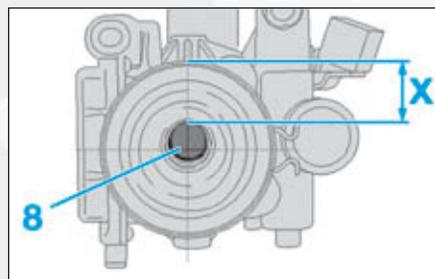

FIG.19
- la position de la rotule (8) de l'actionneur (7) (la cote X doit être comprise entre 25 et 30 mm) (Fig.19).